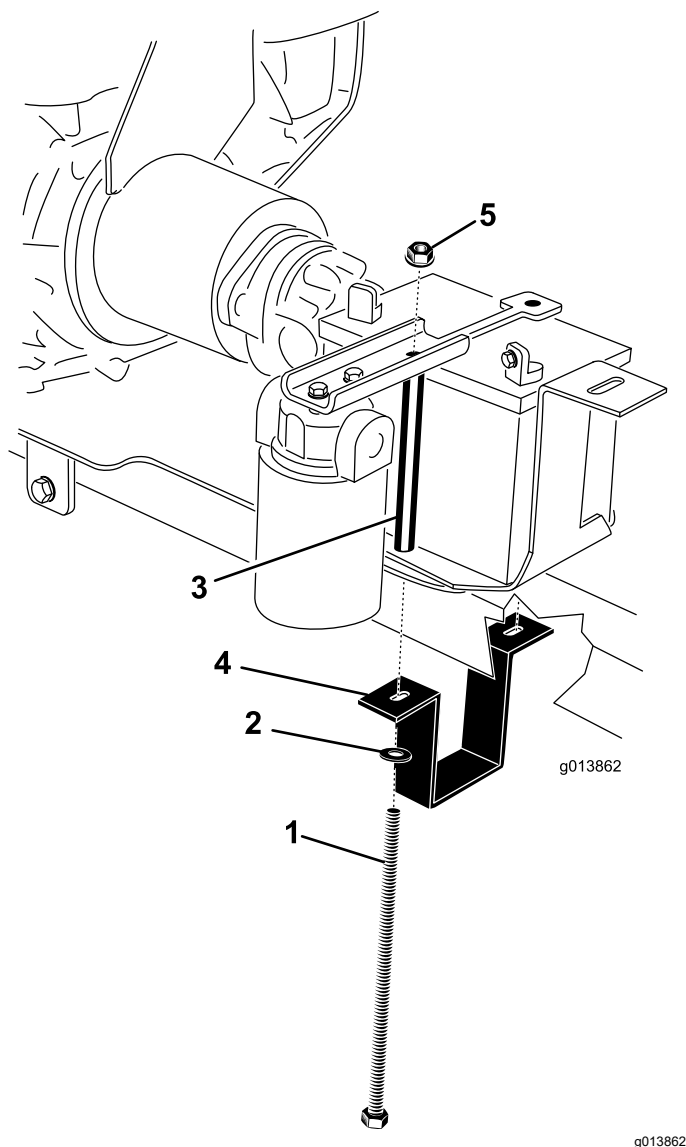

Bild 8
1. Anbauvorrichtungrohr 2. Befestigungsschraube (2)
11. Stellen Sie die Batterie auf das Batteriefach; die Pole sollten an der in **Bild 8** dargestellten Stelle sein.
12. Setzen Sie die Batteriebefestigung auf die Batterie (**Bild 8**).
13. Halten Sie die Batteriebefestigungsriemen um die Unterseite des Anbauvorrichtungrohrs (**Bild 8**).
14. Stecken Sie an der rechten Seite eine Batterieschraube durch die Scheibe, das Batteriebefestigungsband, die Motorbefestigungsplatte, das Batteriefach, und das Distanzstück der Batterieschraube, und halten Sie sie fest. Setzen Sie eine Bundmutter lose auf (**Bild 8**).
15. Stecken Sie an der linken Seite eine Batterieschraube durch die Scheibe, das Batteriebefestigungsband, die Motorbefestigungsplatte, das Batteriefach, und das Distanzstück der Batterieschraube, und halten Sie sie fest. Setzen Sie eine Bundmutter lose auf (**Bild 8**).